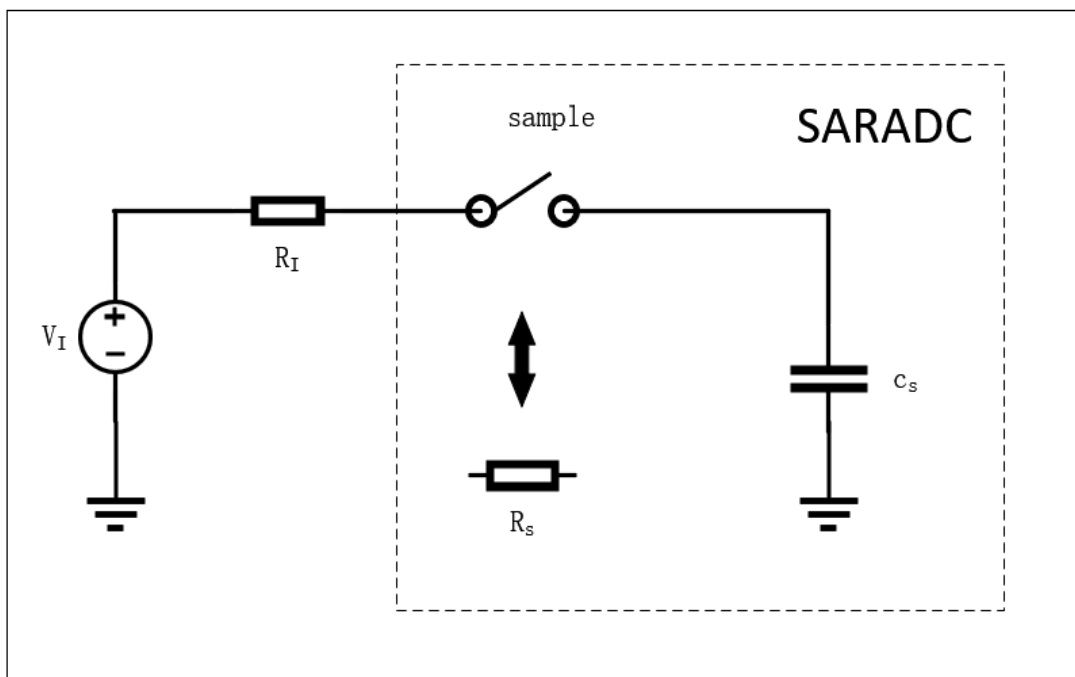

图 6-69 采样网络模型
如图 4-1 图 6-69 显示了 S/H 输入网络的等效电路。其中 CS 是存储电容, RS 是采样开关的电阻, RI 是信号源 (VI) 的输出阻抗。